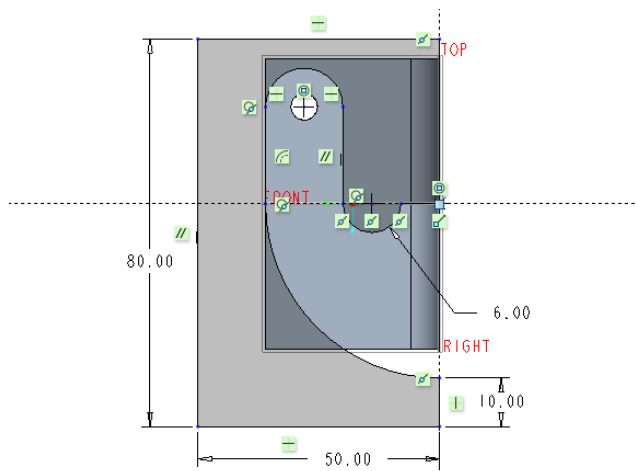

图 5-172 绘制图形
(3) 绘制图 5-172 所示的剖面，单击 (确定) 按钮。